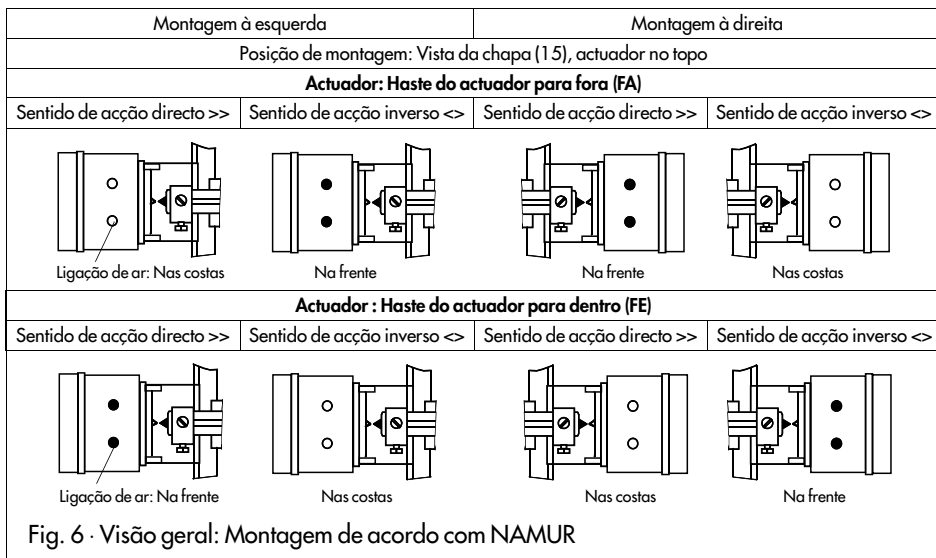

Fig. 6 · Visão geral: Montagem de acordo com NAMUR
Aparafusar a chapa (20) ao acoplamento do actuador e da haste do obturador com os parafusos de cabeça de embutir. Para actuadores de 2100 e 2800 cm2 usar a peça de montagem adicional (32). Retirar o bujão de borracha do conjunto de adaptação e fixar o conjunto do lado esquerdo ou direito da arcada com um parafuso (vêr Fig. 6).